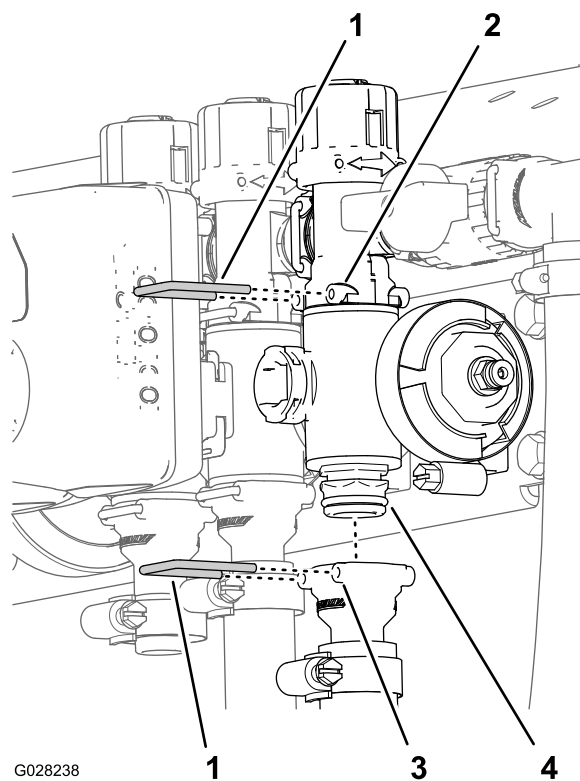

图81
2. 取下将喷洒臂段阀歧管固定至旁通阀接头的卡环（图81）。